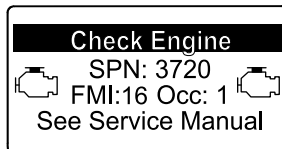

Figure 54
- Avertissement moteur SPN 3720, FMI 16 (Figure 54)